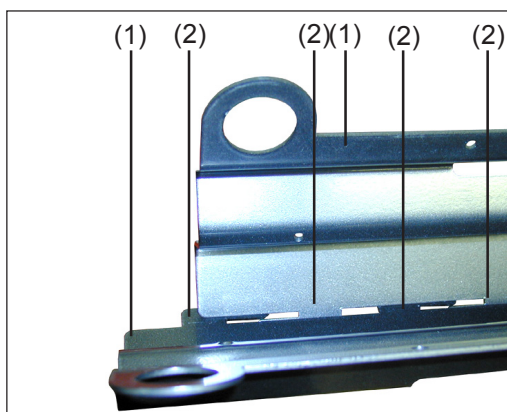
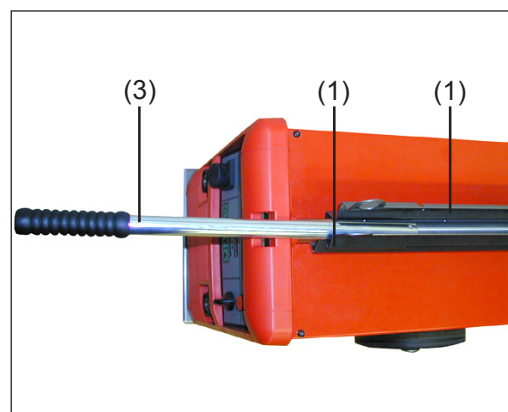

Fig. 20 Enclencher les tôles de la poignée l'une dans l'autre
Fig. 21 Tôles et tube de la poignée
1. Bien enclencher les tôles de poignée (1) l'une dans l'autre sur la poignée de la source de courant (4) avec les crans (2) (Fig. 20 et Fig. 21)
2. Placer la goupille (8) du tube de la poignée (3) dans les coulisses (6) des deux tôles de poignée